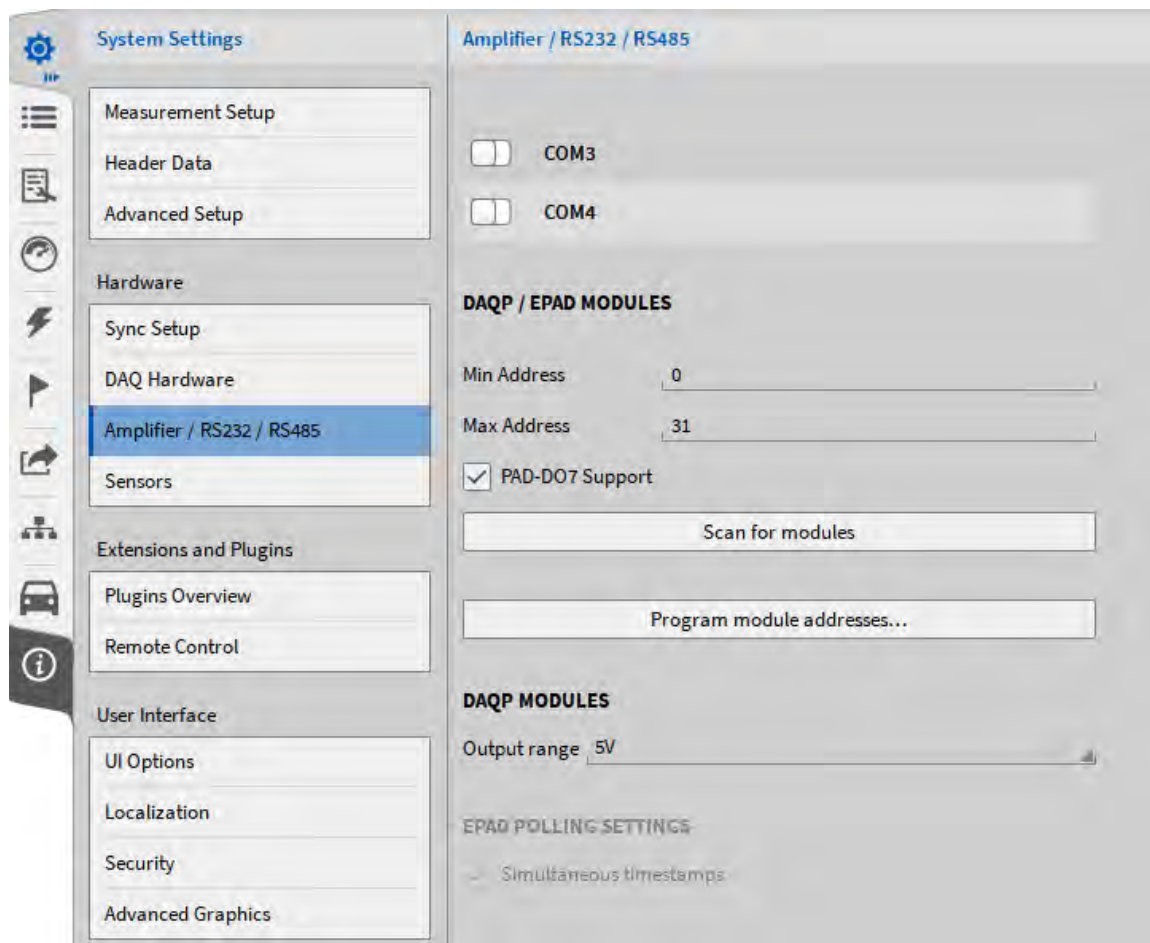

Fig. 4.40: モジュールアドレスのプログラミング
- モジュールが接続されているシリアルポートを有効にします (図の ① Fig. 4.40 を参照)。
- Program module addresses をクリックします (図の ② Fig. 4.40 を参照)。